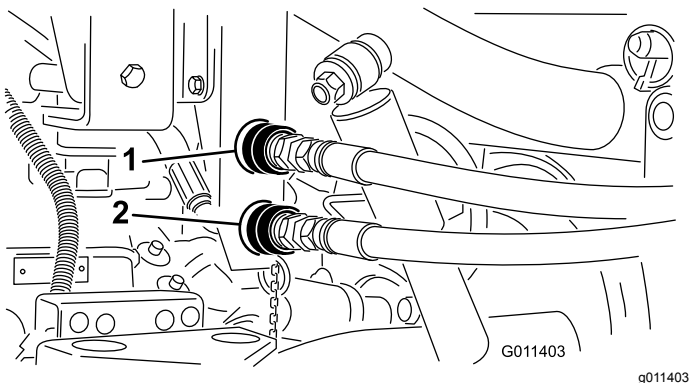

**Figura 16**
2. Sui veicoli con numeri di serie a partire da 240000001, staccate i due flessibili dei cilindri di sollevamento dai flessibili fissati alla staffa di accoppiamento (Figura 16). Inserite i tappi negli attacchi rapidi dei flessibili dei cilindri.